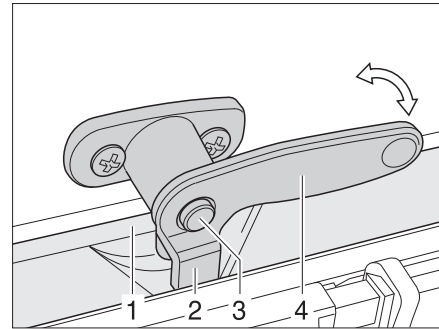

Fig. 76 Palanca de bloqueo con botón de seguridad en posición "cerrado"
- Caso disponible, presionar y mantener presionado el botón de seguridad (Fig. 76,3).